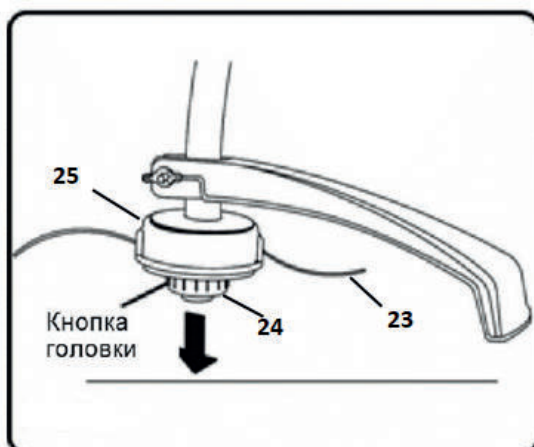

Рис.11
Рис.11а
•Во время работы триммерная леска (23) изнашивается (расходуется). Во время работы слегка ударьте нажимной головкой (24) триммерной катушки (25) по земле (Рис.11).
•Длина лески (23) увеличится. При необходимости операцию повторите. Излишняя леска будет срезана ножом установленным на защитном кожухе.
- Резко потяните за леску, одновременно нажав на нажимную головку (24) (Рис.11а).